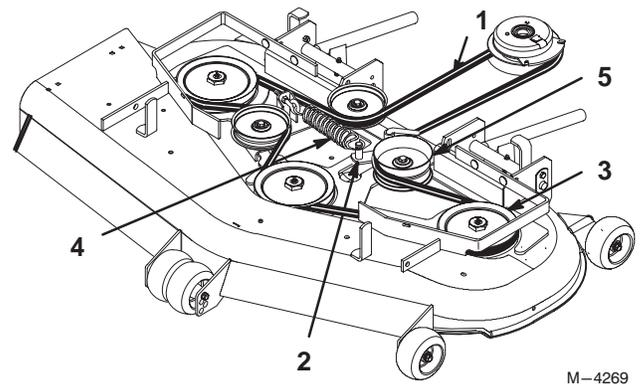

Figure 62
4. Déposez la courroie. Commencez à la poulie extérieure et tournez la courroie pour la déposer (Fig. 62).
7. Remettez la poulie folle en place et installez la courroie sur les autres poulies (Fig. 62).